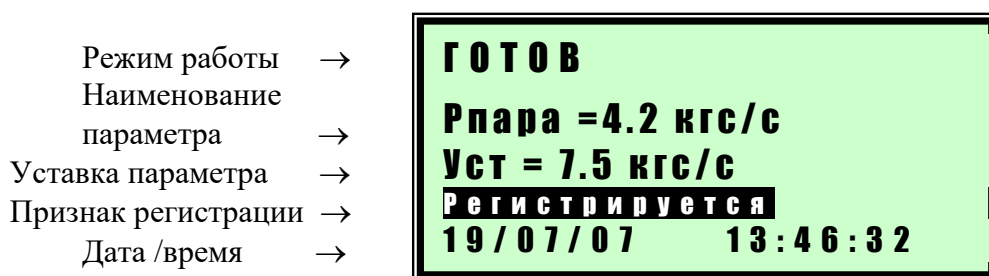
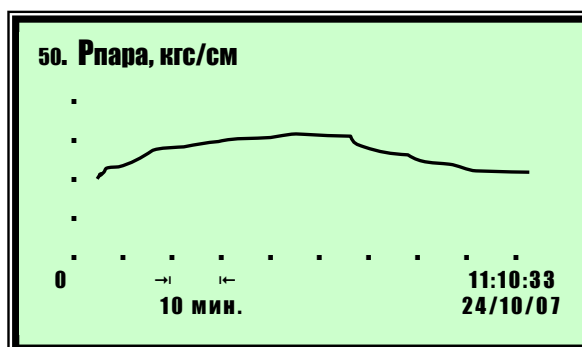

Рисунок 1 – Содержание экрана дисплея контроллера с опцией регистратора
Рисунок 2 – Графический режим отображения регистрируемого параметра
3.3 Смена режимов отображения регистрируемого сигнала производится кнопкой «-». При этом режим отображения циклически изменяется в следующей последовательности: обычный текстовый режим (рисунок 1) → графический режим (рисунок 2) → табличный режим (рисунок 3).
3.4 Для оперативного просмотра архивных значений регистрируемых параметров в режимах работы контроллера «ГОТОВ» или РАБОТА» выберите при помощи кнопок «↑» или «↓» отображение необходимого параметра, убедитесь, что присутствует надпись «Р е г и с т р и р у е т с я» и нажмите кнопку «-». При этом режим отображения информации сменится на графический и на дисплей контроллера выведется график с зарегистрированными значениями сигнала (рисунок 2).
Для возврата к обычному текстовому режиму отображения параметра (рисунок 1) нажмите на кнопку «-».